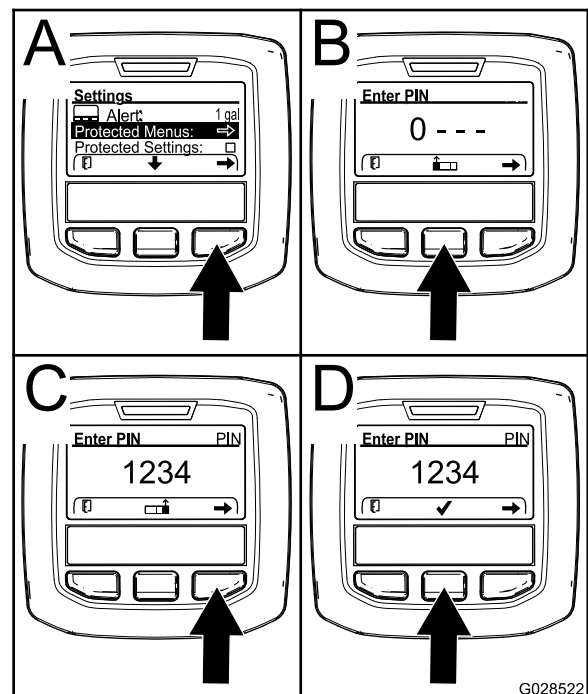

Figura 11
- Carregue no botão de seleção direito para selecionar a opção de menus protegidos (A de Figura 11).
- Carregue no botão de seleção central (B de Figura 11) para aumentar o valor numérico (0 a 9)..
- Carregue no botão de seleção direito (C de Figura 11) para mover o cursor para a posição numérica seguinte à direita.
Nota: Surge o ícone de marca de verificação acima do botão de seleção central (D de Figura 11).
5. Carregue no botão de seleção central (D de Figura 11) para introduzir a palavra-passe.